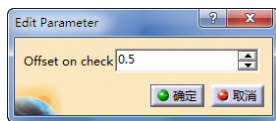

图 3-105 定义检查余量（6）
- 定义检查余量（6）。双击“Offset on part”，弹出“Edit Parameter”对话框，可设置余量大小为“0.5” mm，如图 3-105 所示。